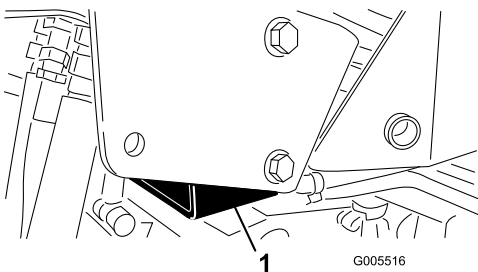

Figura 34
- A destra: sotto il tampone di sollevamento e vicino alla staffa di supporto del ROPS (Sistema di protezione antiribaltamento roll-bar) (Figura 34)